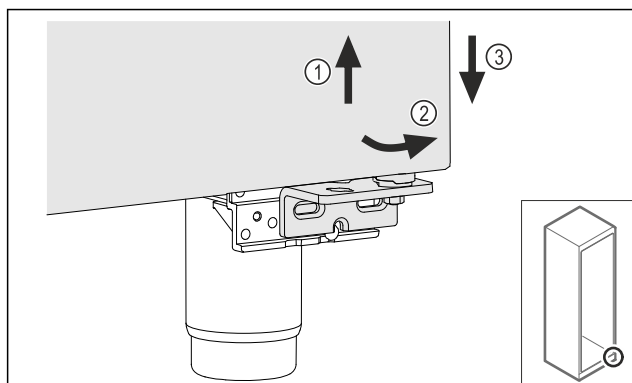

Fig. 14
- Sollevare leggermente la porta Fig. 14 (1), inclinarla in avanti sulla parte inferiore Fig. 14 (2) e abbassarla Fig. 14 (3).